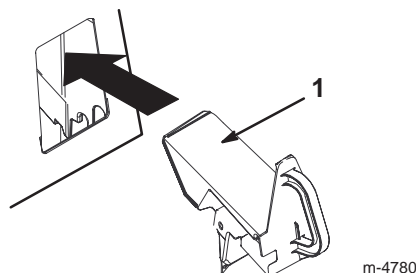

Figura 18
- Inserte el tapón de reciclado en el hueco, según muestra la Figura 18.